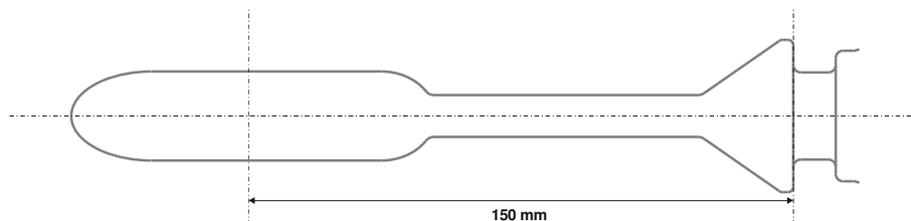

Figura 13: Distancia entre el centro de la punta en forma de gota y el extremo del anillo cónico para la fijación del condón.
- El centro de la punta en forma de gota tiene una distancia de 150 mm hasta el extremo del anillo cónico para la fijación del condón (consulte la figura 13).